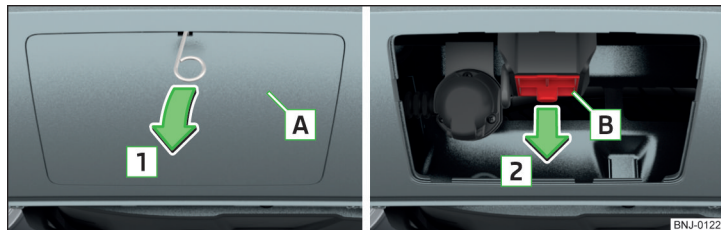

Fig. 154 Rimuovere la calotta di copertura: sul parafranghi posteriore / per il pozzetto di alloggiamento
- Rimuovere la calotta di copertura del pozzetto di alloggiamento **A** in direzione della freccia **1** » fig. 154 utilizzando la staffa per la rimozione dei copri-ruota integrali inclusa nell'attrezzatura di bordo.
- Inserire la calotta di copertura **B** » fig. 154 a pag. 124 in direzione opposta a quella indicata dalla freccia **2**.
- Attaccare la calotta di copertura **A** » fig. 154 a pag. 124 dai "gancetti" presenti nella parte inferiore del parafranghi.